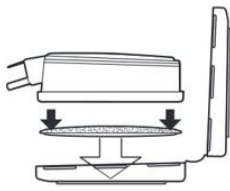

Fig. 1
1. Oriente un filtro en la mitad más grande del retenedor de filtro de modo que la forma del filtro se alinee con la forma del retenedor. Asegúrese de que el lado impreso del filtro quede hacia abajo (Fig. 1).